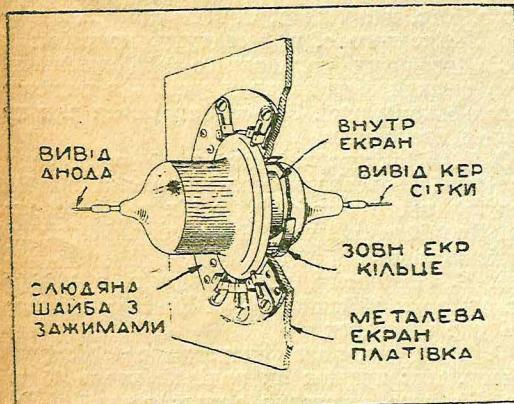

Рис. 9
1. Лампи типу «Жолудь» рекомендується монтувати в апаратурі так, як показано на рис. 9. Такий спосіб монтажу особливо йогот-